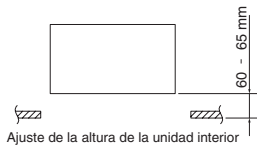

Fig. 7-13
- (2) Utilice los pernos de suspensión para ajustar la altura de la unidad interior de modo que la distancia entre la parte inferior de la unidad interior o la cámara de filtro opcional y la superficie del techo sea 60 – 65 mm. (Fig. 7-13)